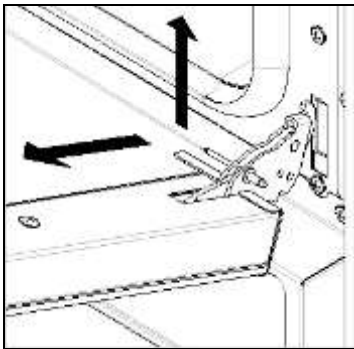

Fig. 6
- refermer lentement la porte jusqu'à son « blocage » mécanique, la soulever et l'enlever (Fig.6).